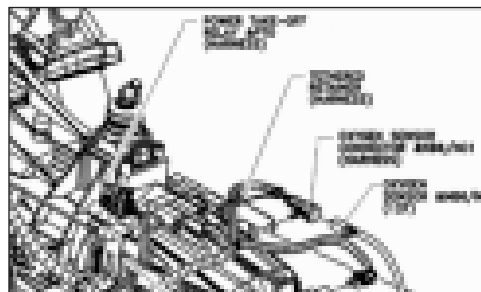

Fig. 17
20. Um suporte para o feixe de fiação elétrica do sensor de oxigênio (para motores de veículos na Califórnia de 8,1 L) está localizado no lado direito da transmissão. Este suporte se encontra em todos os veículos e poderá interferir com os tubos hidráulicos. Se o feixe de fiação elétrica do sensor de oxigênio se encontrar no veículo, curve o suporte para dentro, no sentido do ponto central da transmissão. Se o veículo tiver apenas o suporte, o mesmo poderá ser removido e o perno receber um torque de 17 lb-pé (23 N.m). Não aplique selante no perno (Fig. 17).